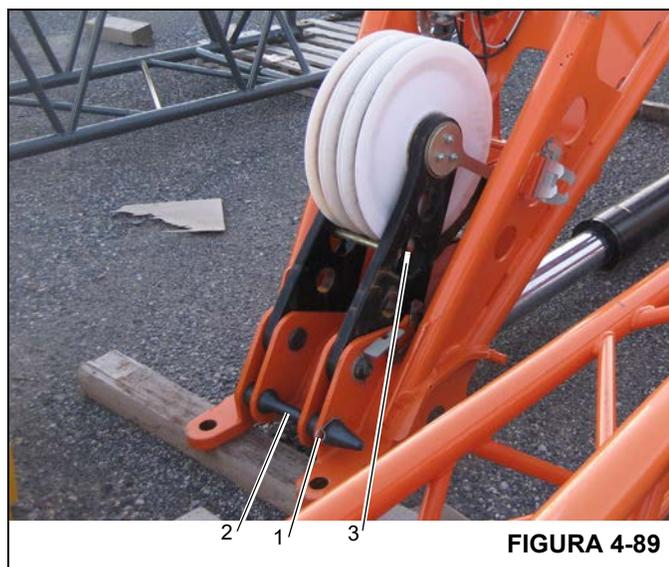

FIGURA 4-89
1. Retire la pinza de retención (1) (Figura 4-89) y luego el pasador (2).
2. Gire la polea a la posición de almacenamiento, como se ilustra (Figura 4-89).
3. Almacene el pasador (1) y asegure con la pinza de retención (2).